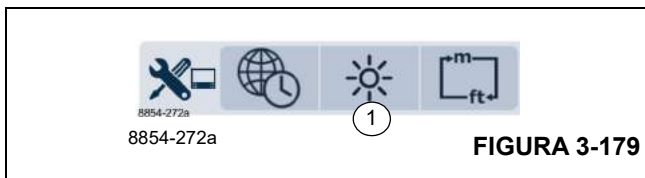

FIGURA 3-179
- Menú de configuraciones de pantalla (1), (Figura 3-179).